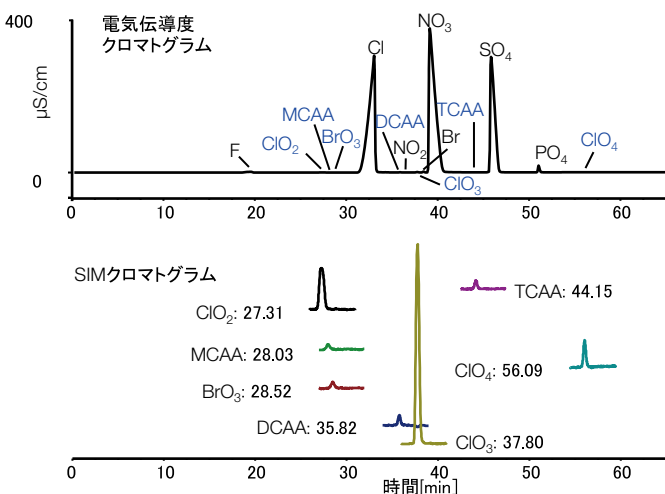

図9: IC-MSによる疑似水道集中のクロロ酢酸とハロゲン酸化物の分析例
溶離液ジェネレーターを使用すると純度の高いKOH、MSA溶離液を調製できます。KOH、MSAのどちらもサプレッサーを通過することでH₂Oになり、質量分析計 (MS) へ導入する際に問題となる塩を含まない溶液となります。また溶離液ジェネレーターで調製した溶離液は不純物が非常に少ないため、MSのバックグラウンドも低く抑えられます。このように溶離液ジェネレーターはIC-MSシステムにも適しています。図9に溶離液ジェネレーターを使用したIC-MSで疑似水道水中のクロロ酢酸とハロゲン酸化物を分析した例を示します。